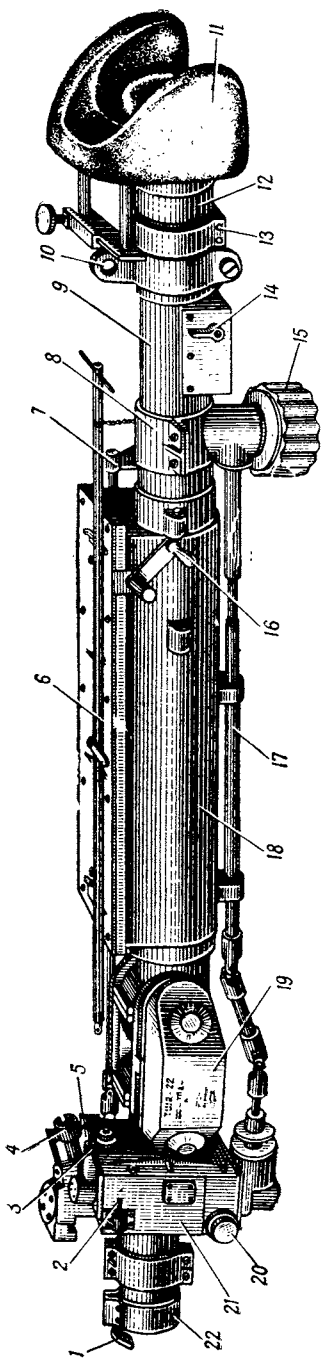

Рис. 39. Телескопический шарнирный прицел ТШЗ-22:
Прицел ТШ2-22 служит для прямой наводки в цель пушки и спаренного с ней пулемета. Прицел (рис. 39) представляет собой оптическую телескопическую трубу со сменным увеличением.
1. Освободить хомут 10 (рис. 39) подвески на трубе окулярной части прицела, предварительно вывернув на один — два оборота зажимной винт хомута.
5. С помощью специального торцового ключа 6 (рис. 39) вернуть зажимной винт 4, при этом кулачок должен плотно зажать головную часть прицела на кронштейне.
Для выверки прицела по направлению необходимо, вращая выверочный винт 3 (рис. 39) ключом 6, подвести вершину центрального угольника на одну вертикаль с точкой наводки. Заканчивать выверку всегда нужно ввинчиванием выверочного винта.